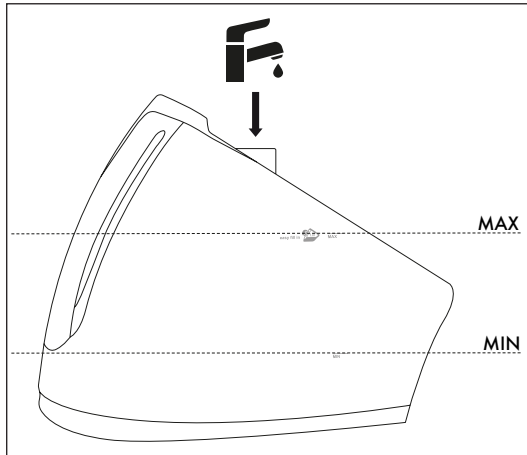

Abb. 4
- 3) Befüllen Sie den Wassertank 10 durch die Einfüllöffnung 9 mindestens bis zur Markierung **MIN** mit Wasser. Übersteigen Sie dabei jedoch nicht die Markierung **MAX** am Wassertank 10 (siehe Abb. 4).